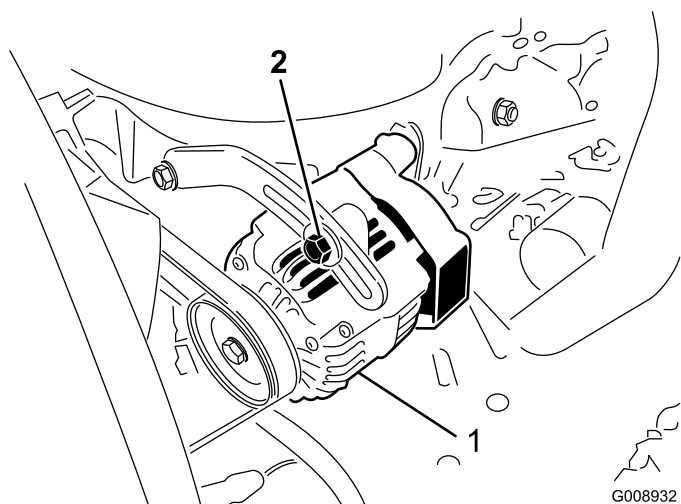

Figura 53
Controllate lo stato e la tensione delle cinghie (Figura 53) ogni 100 ore di servizio.
2. Se l'inflexione non è di 10 mm, allentate i bulloni di fissaggio dell'alternatore (Figura 53). Aumentate o riducete la tensione della cinghia dell'alternatore e serrate i bulloni. Controllate di nuovo l'inflexione della cinghia per accertare che sia esatta.